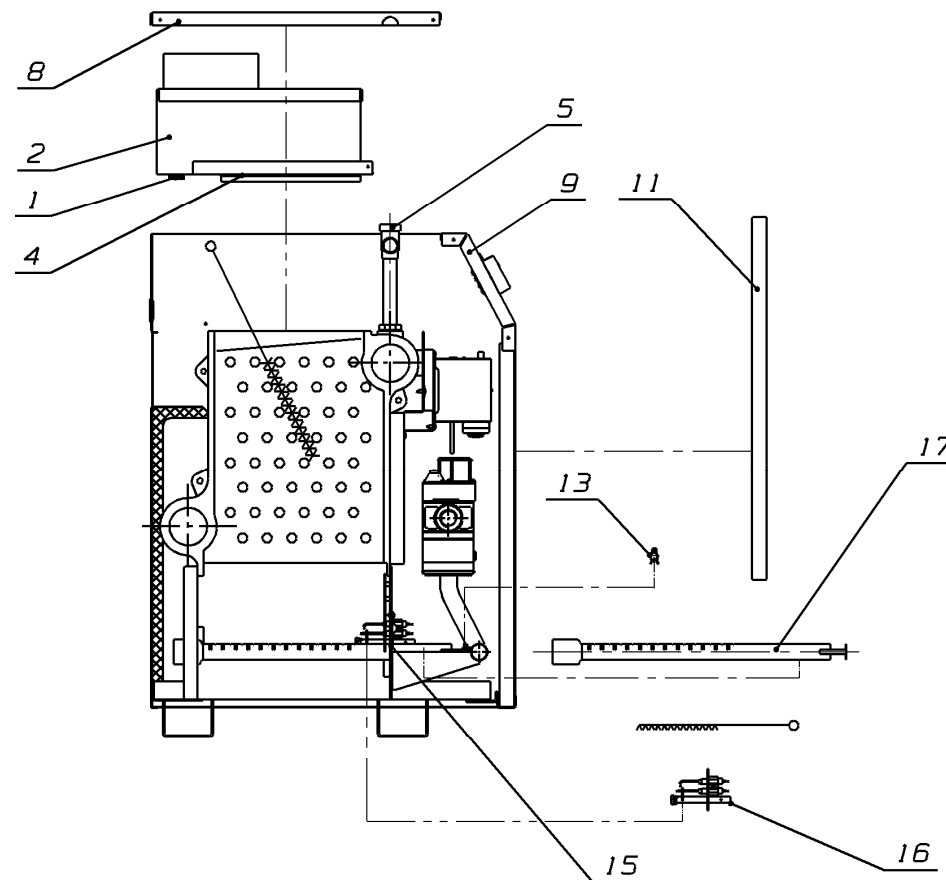

Рис.5 Схема частичного демонтажа деталей при обслуживании котла
7.5 Присоединение котла к системе отопления производить посредством резьбовых штуцеров G2-B по рекомендуемой схеме, приведённой на рис. 5. Соединительные муфты трубопровода должны быть точно подогнаны к месту расположения входных штуцеров котла. Присоединение не должно сопровождаться взаимным натягом труб и сборочных единиц котла. На неиспользуемые штуцеры следует установить заглушки. Усилие натяга, передаваемое на сборочные единицы котла, может вызвать потерю герметичности теплообменника, подводящих трубопроводов или поломку деталей.